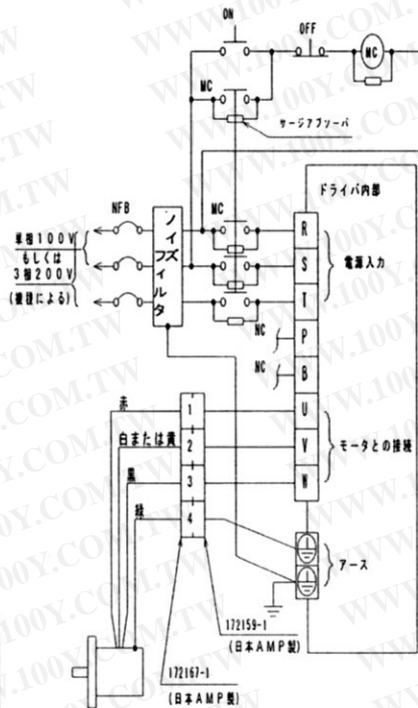

図5-1 端子台への配線例
- (1) 端子台のカバーはねじ止めされています。端子台への配線の際にはこのねじをはずし、カバーを開いてください。
- (2) 図5-1の“端子台への配線例”に従って確実に配線してください。
- (3) 配線用機器・使用電線などについては、5-2項『配線用機器の選定』（21ページ）を参照してください。
- (4) 電源は、銘板に表示されている電圧を印加してください。
- (5) 電源入力端子（R・S・T）とモータ用出力端子（U・V・W）を逆接続しないでください。
- (6) モータ用出力端子（U・V・W）を地絡させたり、互いに短絡させないでください。